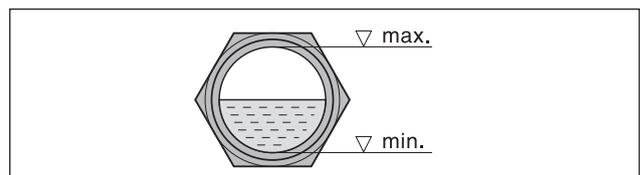

Fig. 4 Nivel de aceite en la mirilla de aceite
- Tras una eventual corrección del sentido de giro, poner el motor de nuevo en marcha y apagarlo después de 2 minutos para reponer aceite hasta el borde superior de la mirilla (Fig. 4/I). Ir reponiendo aceite por la boca de llenado (Fig. 2/H) hasta que todas las tuberías de aceite estén completamente llenas. **¡AVISO!** La boca de llenado no debe abrirse de ninguna manera con la bomba funcionando.
6.1.3 Rango de funcionamiento VCE 25 (09)